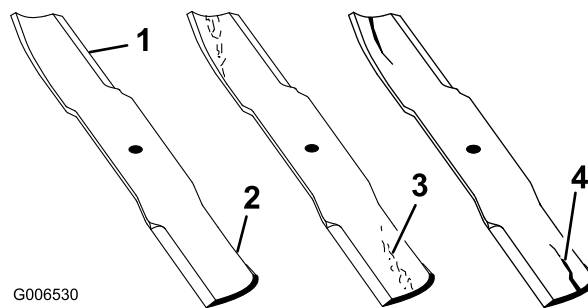

Figure 85
1. Examinez le tranchant des lames (Figure 85).
4. Remplacez immédiatement toute lame fendue, usée ou qui présente une entaille (Figure 85).